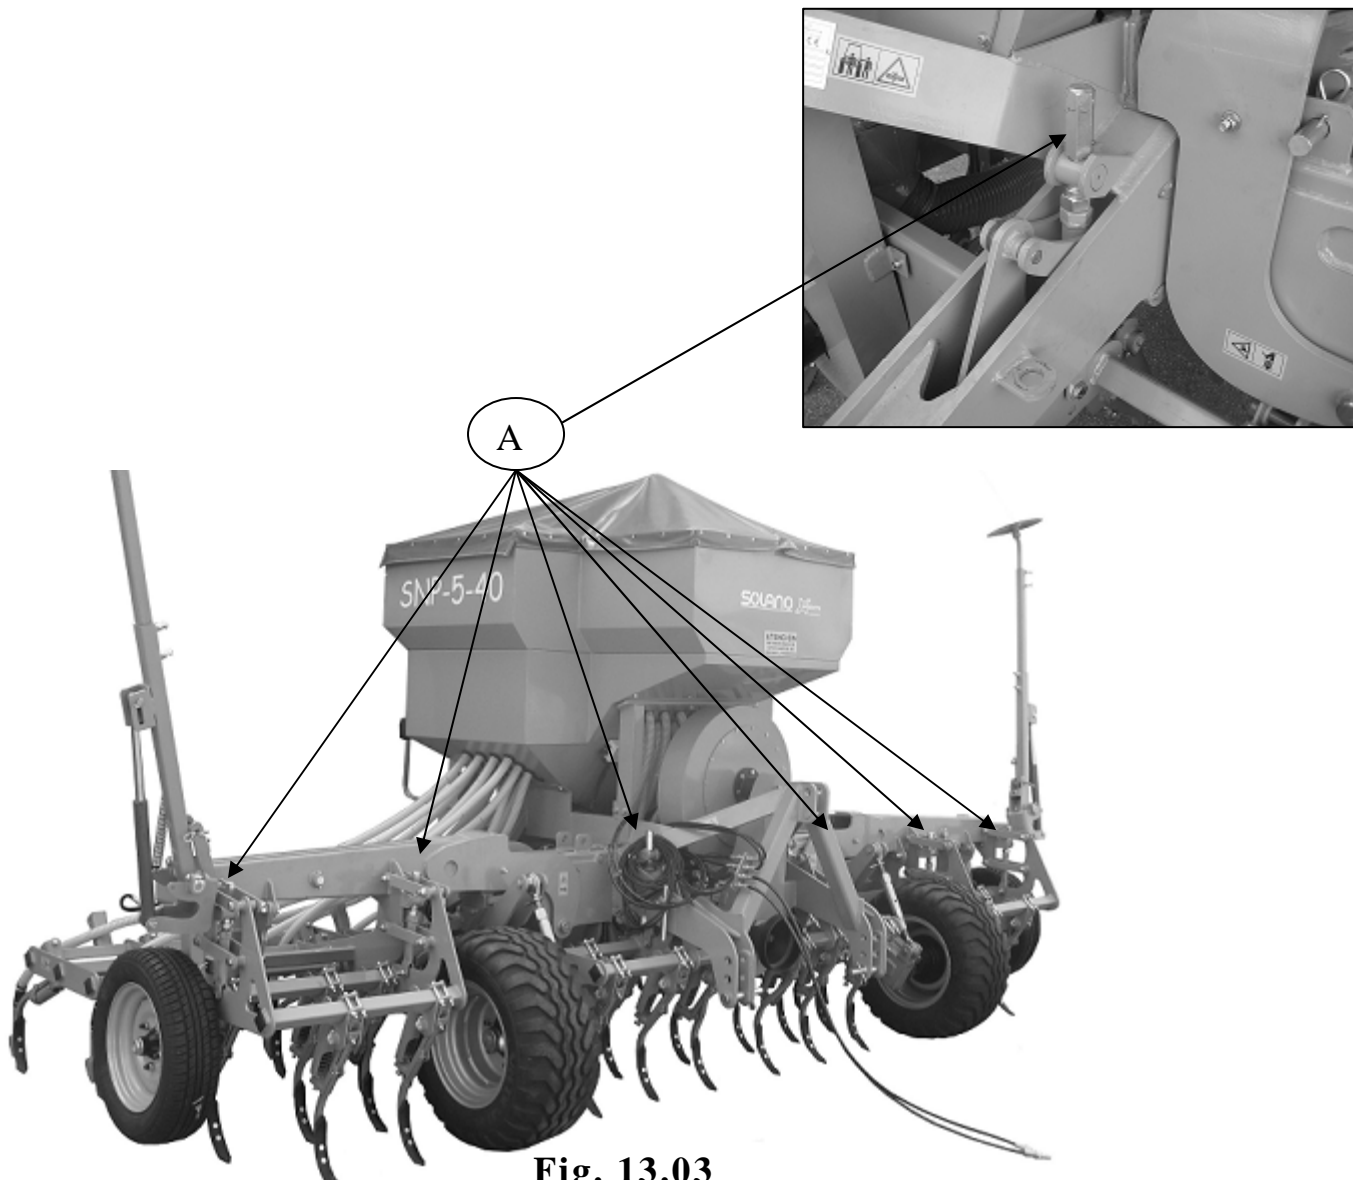

Fig. 13.03
par ajuster de l'élément correspondant au corps central du préparateur à l'aide des tiges filetées de réglage (A) de la fig. 13.03. En faisant tourner les tenseurs dans le sens des aiguilles d'une montre, vous diminuerez la profondeur de travail. En faisant tourner les tenseurs dans le sens contraire des aiguilles d'une montre, vous augmenterez la profondeur de travail. En tout, vous avez 6 vis de réglage (2 vis pour l'aile gauche, 2 pour le corps central – 2 pour l'aile droite).